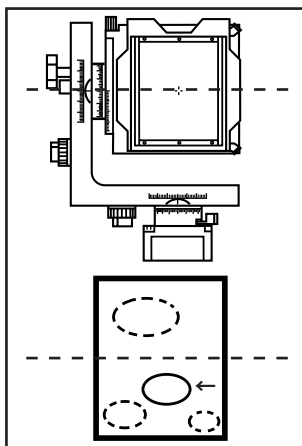

図1 Fig.1
1. Assume the crucial plane lies some 30mm below the central tilt axis. (fig.1)
3. MFD ノブ (30) を回転させて図1-Aのフレーミングに戻します。